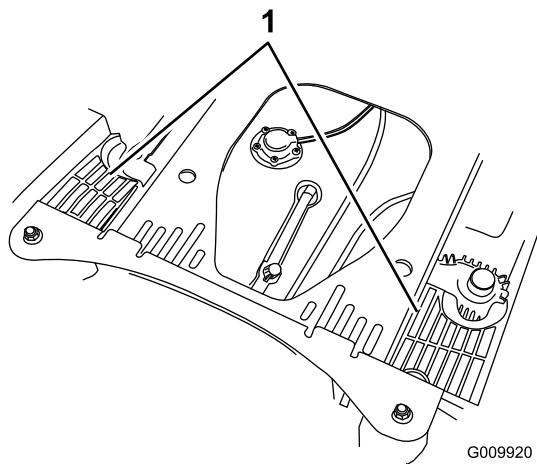

**Figura 72**
Antes de cada uso, retire cualquier acumulación de hierba, suciedad y otros residuos de la rejilla del motor. Esto ayudará a asegurar una refrigeración adecuada y una velocidad de motor correcta, y reducirá la posibilidad de sobrecalentamiento y daños mecánicos al motor (Figura 72).
3. Retire la rejilla de entrada de aire, el arrancador de retroceso y la carcasa del ventilador (Figura 72).
5. Instale la rejilla de entrada de aire, el arrancador de retroceso y la carcasa del ventilador (Figura 72).